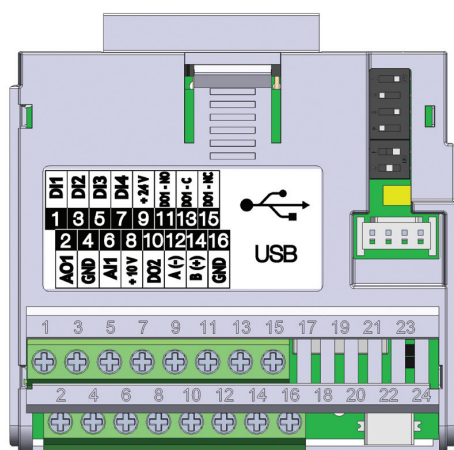

Figura 17.3: Módulo Plug-In CFW500-CUSB
O módulo plug-in CFW500-CUSB tem a interface Serial (1) através da porta RS485 nos bornes 12(A-) e 14(B+), bem como a interface Serial (2) através da porta USB no conector padrão mini USB (mini B), veja figura 17.3.